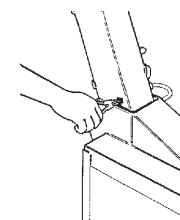

fig.25
- Rimettere il perno infilando i fori dello stelo e del tirante (fig.23); rimettere il "seeger" (fig.25).
- Replace the pin threading the holes of the stem and support rod (fig.23). Replace the "seeger" (fig.25).
- Replacer le pivot en enfilant les trous de la tige et du tirant (fig.23); remettre le "seeger" (fig.25).
- Den Zapfen durch Einführen in die Löcher des Schafts und der Zugstange wieder einsetzen (Abb. 23); den "Seeger" wieder einsetzen (Abb. 25).
- Vuelva a introducir el pasador en los agujeros de la varilla y del tirante (fig. 23) y meta nuevamente el "seeger" (fig. 25).